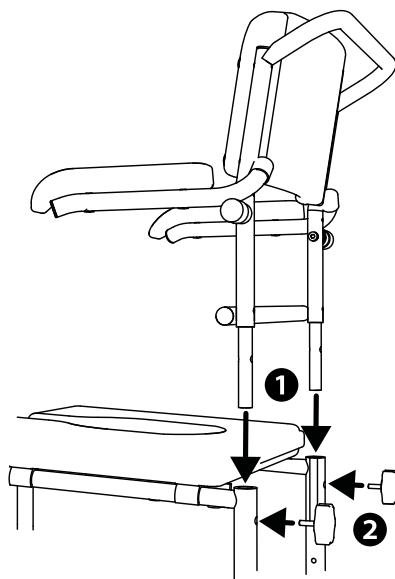

Fig.6
1. Inserire i tubolari dello schienale dall'alto infilandoli nei tubi posteriori della base (1, fig. 6).
2. Unire saldamente i tubi dello schienale e della base avvitando le manopole a stella fornite in dotazione (2, fig. 6).